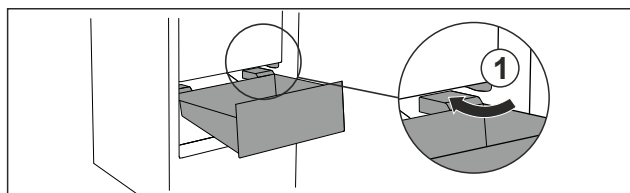

Fig. 102
- Schubfach schräg um die Stopper Fig. 102 (1) herumführen.